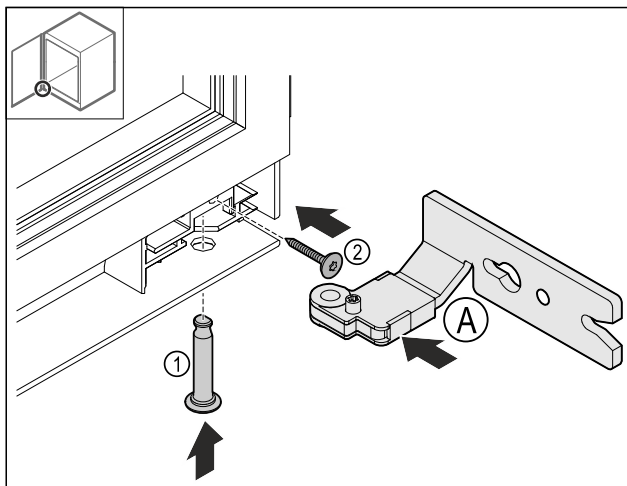

Fig. 27
- Vložte spodní závěs Fig. 27 (A).
- Nasadte a pevně držte čep Fig. 27 (1).
- Pevně držte šroub Fig. 27 (2).